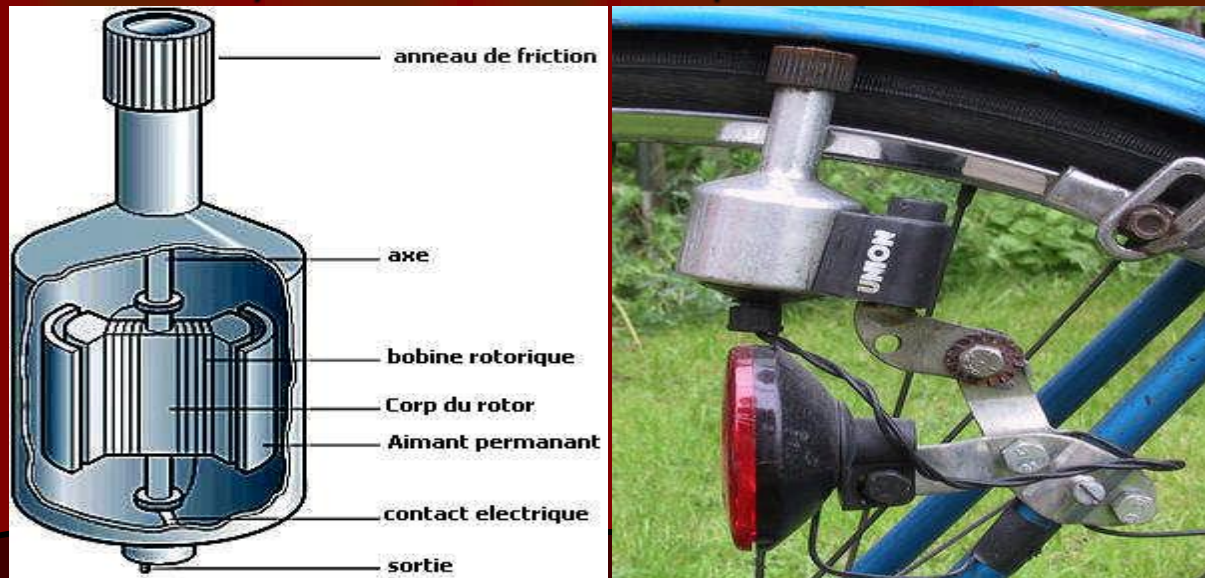

Fig.15
- La dynamo d'une bicyclette est un exemple de ce fonctionnement (Fig.15).